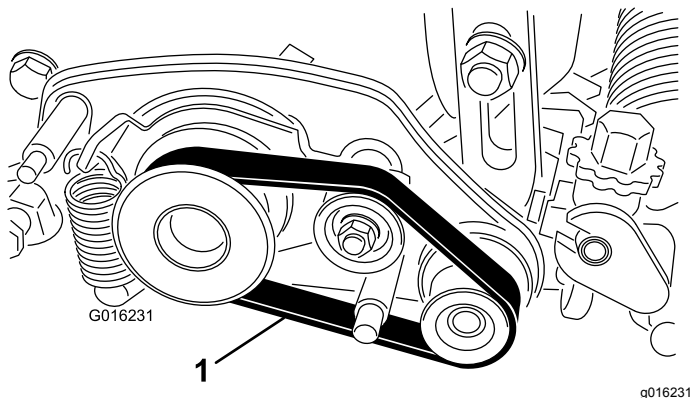

Рисунок 2
2. Снимите ремень с ведущего, натяжного и ведомого шкивов (Рисунок 2).